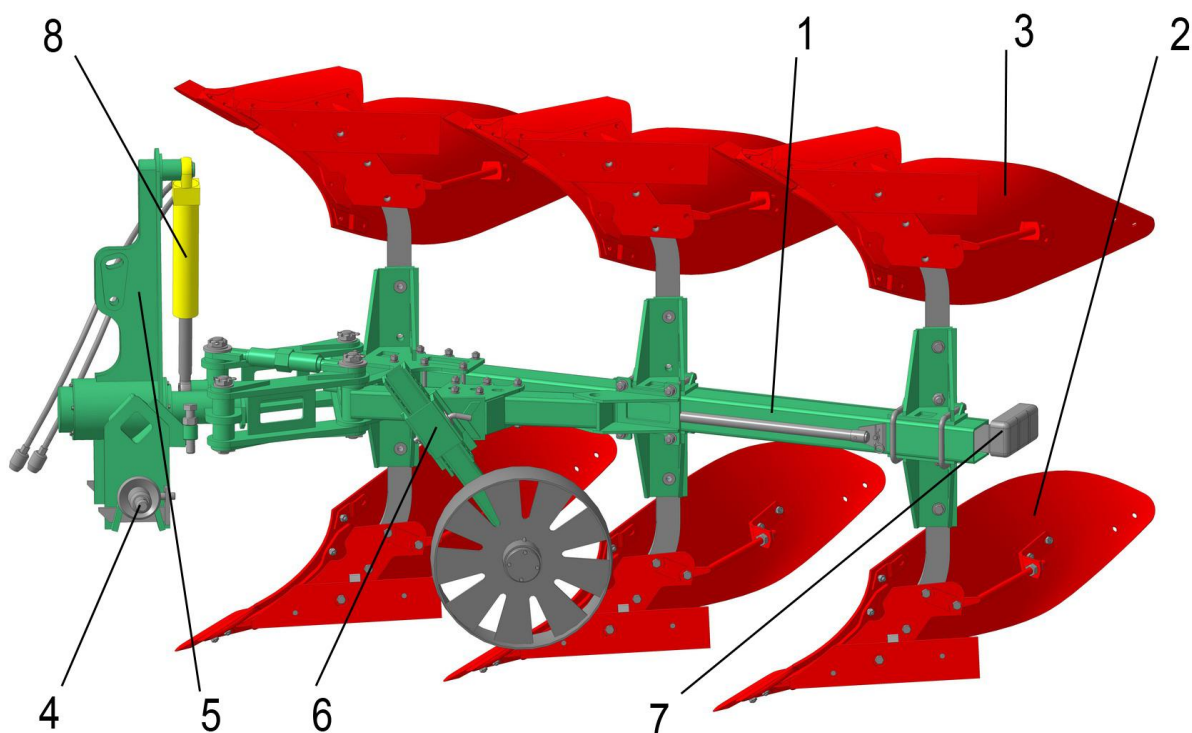

Рисунок 1 – Плуг навесной оборотный ПО-3/35Н:
2.1 Плуг состоит из следующих сборочных единиц (рисунок 1): рама 1, правооборачивающие корпуса 2 с углоснимками, левооборачивающие корпуса 3 с углоснимками, ось автосцепки 4, механизм поворота рамы 5, колесо опорное 6 с механизмом регулировки, электрооборудование 7, гидросистема 8.